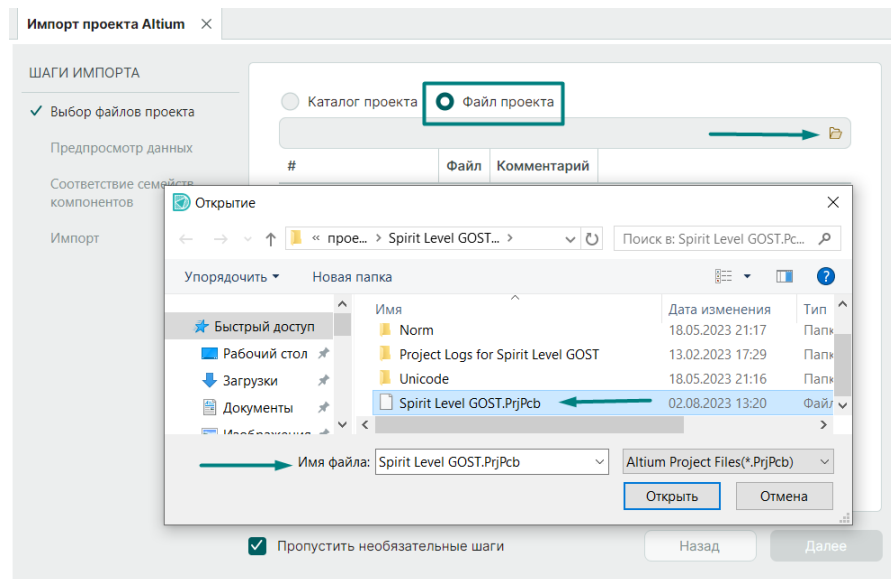

Рис. 17 Импорт файла проекта
- способ «**Файл проекта**» – выбирается файл проекта Altium Designer формата .PrjPcb, в котором расположены файлы, относящиеся к определенному проекту, см. Рис. 17.